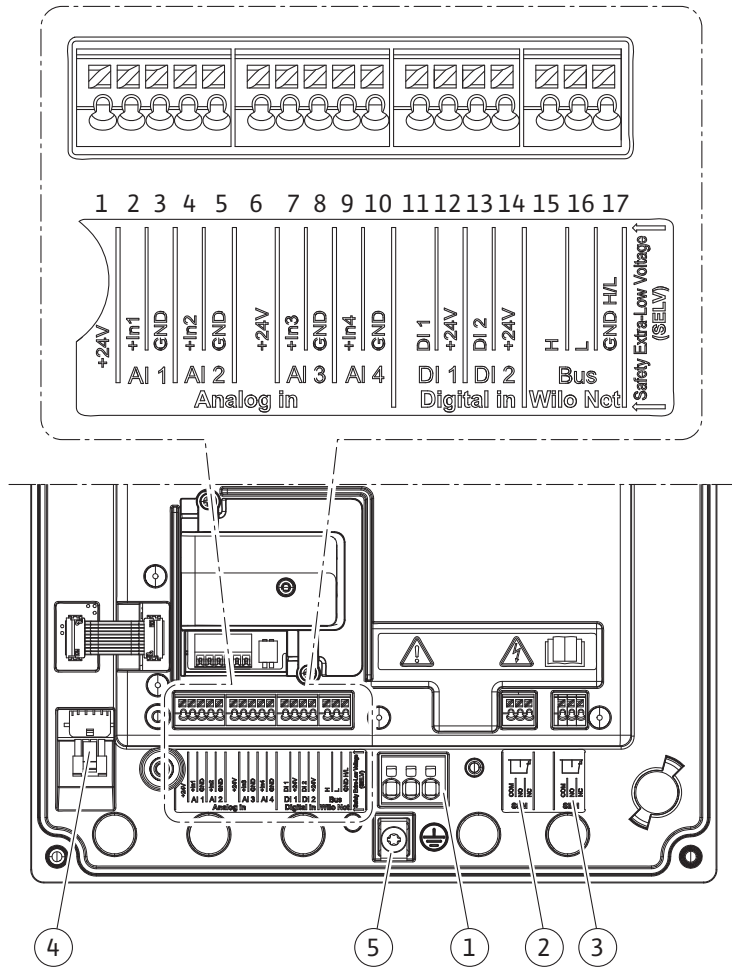
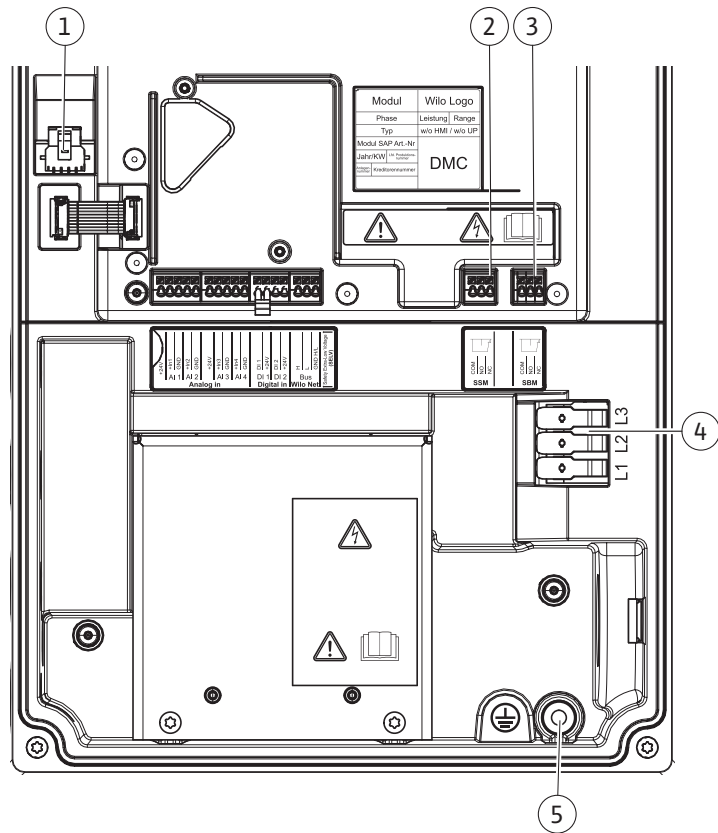

Fig. 23: Oversigt over klemmer i modulet (0,37 kW ... 7,5 kW)
Fig. 24: Oversigt over klemmer i modulet (11 kW ... 22 kW)
Nettilslutning (Fig. 23, pos. 1) (Fig. 24, pos. 4)
Jordskrue (Fig. 23/24, pos. 5)